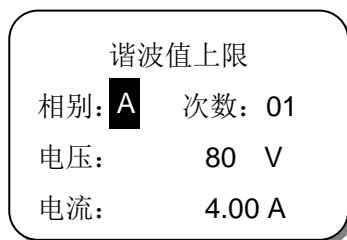

图 19 谐波值上限子菜单
- ◇ 谐波值上限：设置电压、电流的基波及各次谐波的上限值，见图 19。